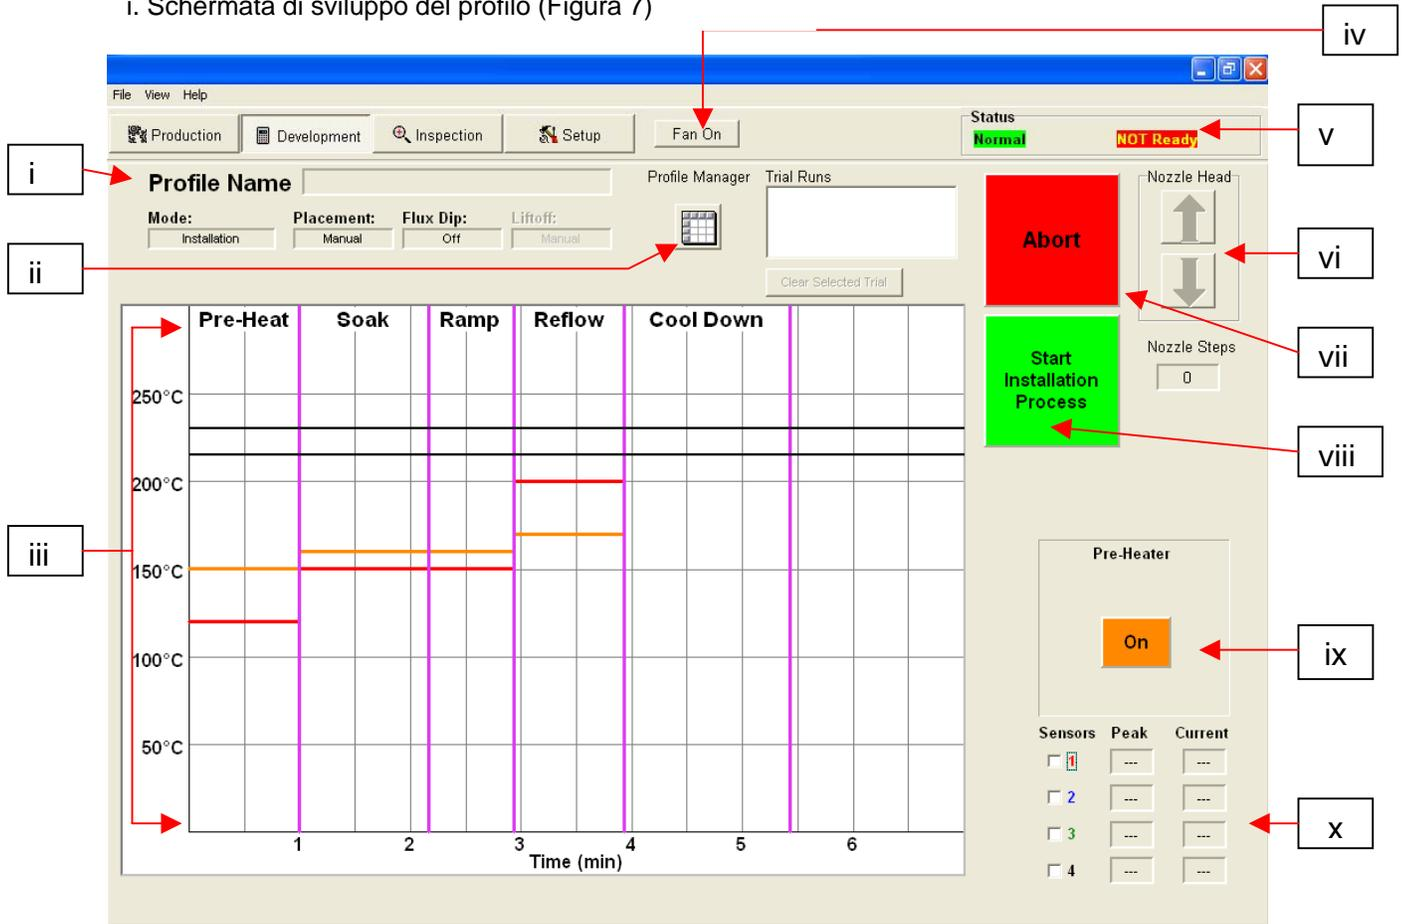

Figura 7a
- ii. Gestione profili. Qui può essere visualizzata e gestita l'impostazione della temperatura e del tempo immessi dallo sviluppatore (Figura 7a).